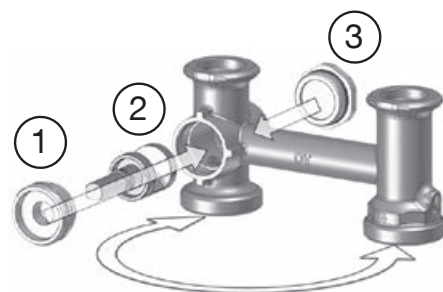

Fig. 21
3. Montare la boccola (1), il mandrino della valvola miscelatrice (2) e il tappo in ottone (3) sul corpo valvola come da fig. 21